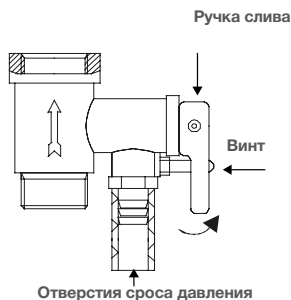

Рис. 9
6. Воду можно слить через комбинированный предохранительный клапан (рис.9) (для этого открутите винт ручки слива комбинированного предохранительного клапана и переведите ручку слива в верхнее положение, при это кран выхода горячей воды должен быть открыт, а кран подачи холодной воды в водонагреватель должен быть перекрыт).